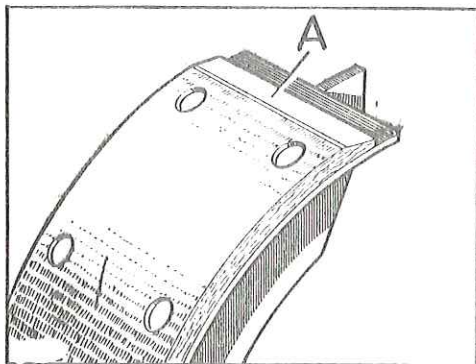

Fig. H-55 Biselado de los forros
- 1.3. Biselar los extremos de cada zapata (Fig. H-55).